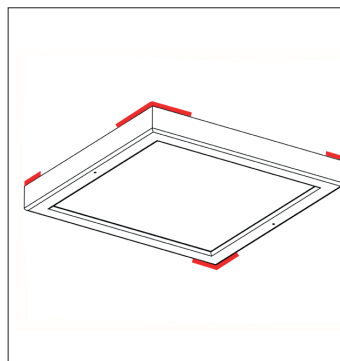

Fig. 2
- Maintenir le luminaire à la position souhaitée et marquer les coins (Fig. 2).